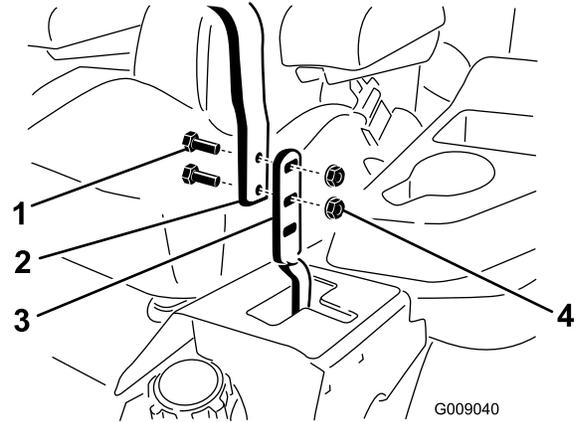

图60
3. 松开将手柄连接至控制杆上的螺栓和凸缘螺母（图 60）。